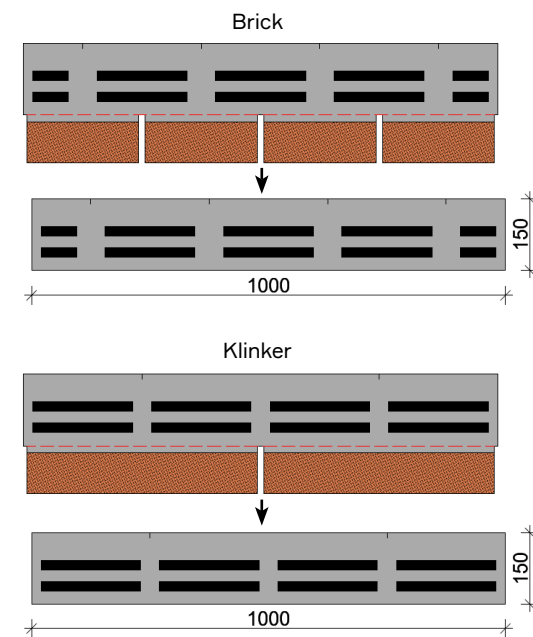

Рис. 7. Изготовление стартовой полосы.
8.4.5 Последующие ряды фасадной плитки необходимо монтировать с заходом на планки наличника с посыпкой. Ряд, заходящий на верхнюю планку наличника с посыпкой, следует монтировать на стартовую полосу, изготавливаемую из фасадной плитки путём отрезания лепестков (рис. 7) или большей части гонга, для сохранения линейности ряда монтируемой фасадной плитки (рис. 28 и 29).